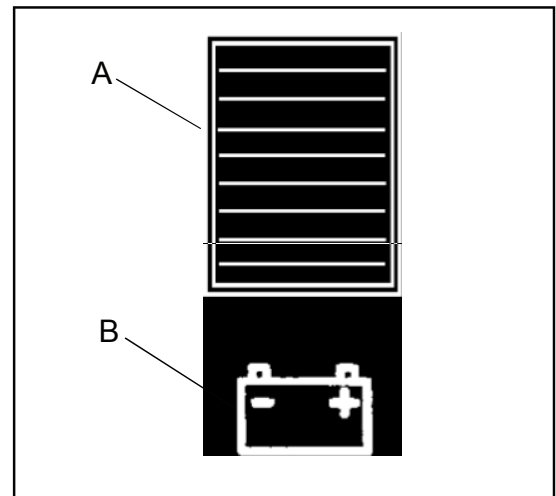

Figure 7
L'indicateur du niveau de charge des batteries (voir figure 7) situé sur la panneau de commandes est un cadran numérique doté de 10 positions fixes (A) et d'un indicateur clignotant (B). Les barres qui apparaissent sur l'afficheur indiquent le niveau de charge approximatif sous forme d'une icône représentant une batterie déchargée (clignotante).